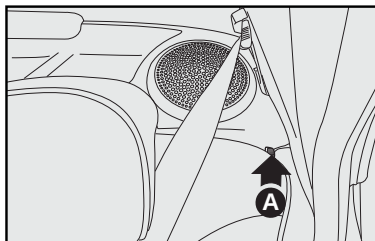

fig. 75
4) Desenganche el respaldo, utilizando las palancas laterales **A-fig. 75** en el sentido de la flecha.
Para eso, desbloquee la palanca derecha o izquierda A-fig.75 e incline hacia adelante el cojín deseado hasta obtener una superficie de carga única.